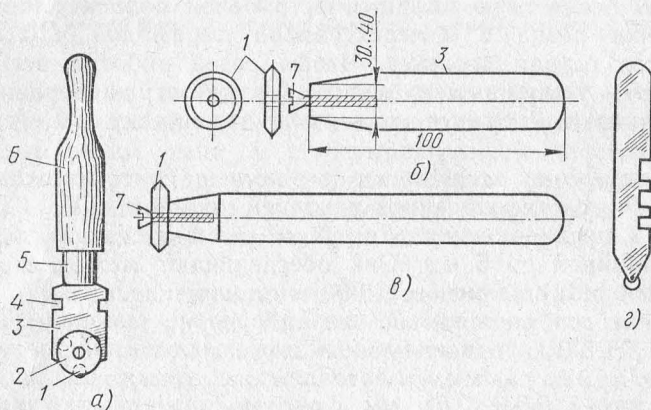

Рис. 10. Стеклорез роликовый из твердого сплава:
*Стеклорез роликовый* из твердого сплава (ТУ 48-19-369-83), предназначенный для резки стекла толщиной от 1 до 4 мм, изготавливают с тремя роликами диаметром  $(6,6 \pm 0,6)$  мм с углом заточки режущей кромки  $(100 \pm 10)^\circ$  (рис. 10). Каждый ролик 1 рассчитан для резки не менее 350 м стекла. Изношенные ролики заменяют путем ослабления крепежного винта и проворачивания барабанчика 2 на  $120^\circ$ .
По мере затупления ролики затачивают на ручном или механическом точиле с мелкозернистым абразивным диском. Ролики во время заточки держат плоскогубцами или закрепляют в специальном держателе 3 (см. рис. 10). На одном конце диаметром 3—4 мм имеется отверстие с винтом 7, с помощью которого закрепляется ролик, предназначенный для заточки. Затачивают ролики с двух сторон под нужным углом.